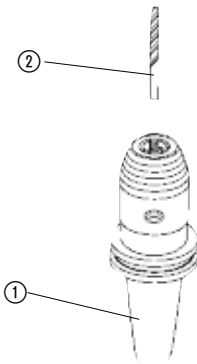

Bild 1
Das Werkzeug ② muss bis zum Anschlag in das Bohrfutter ① gesteckt werden, damit der Werkzeugschaft immer auf der ganzen Spannbackenlänge anliegt (Bild 1).